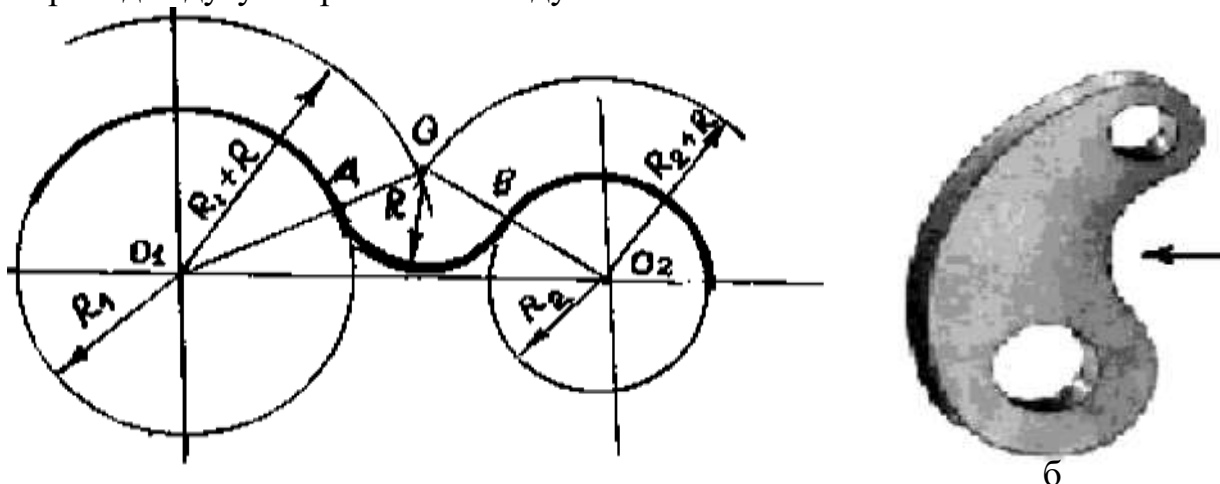

Рис. 31. Внешнее сопряжение двух дуг: а - построение сопряжения; б - деталь (практическое применение сопряжения)
2. **Внешнее сопряжение двух дуг** (рис. 31). При внешнем сопряжении дуги радиуса  $R_j$  и дуги радиуса  $R_2$  дугой окружности сопряжения радиуса  $R$  центр сопряжения  $O$  определяется в точке пересечения вспомогательных дуг радиусов  $R_j+R$  и  $R_2+R$ , которые проведены из центров  $O_1$  и  $O_2$ . Пересечение лучей  $OO_1$  и